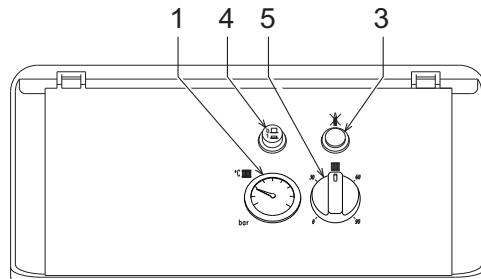
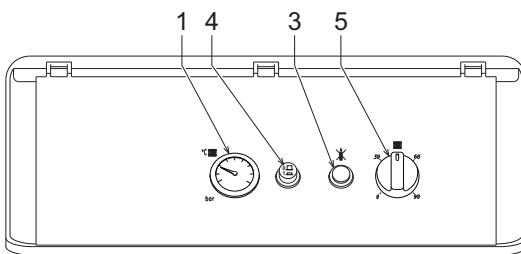
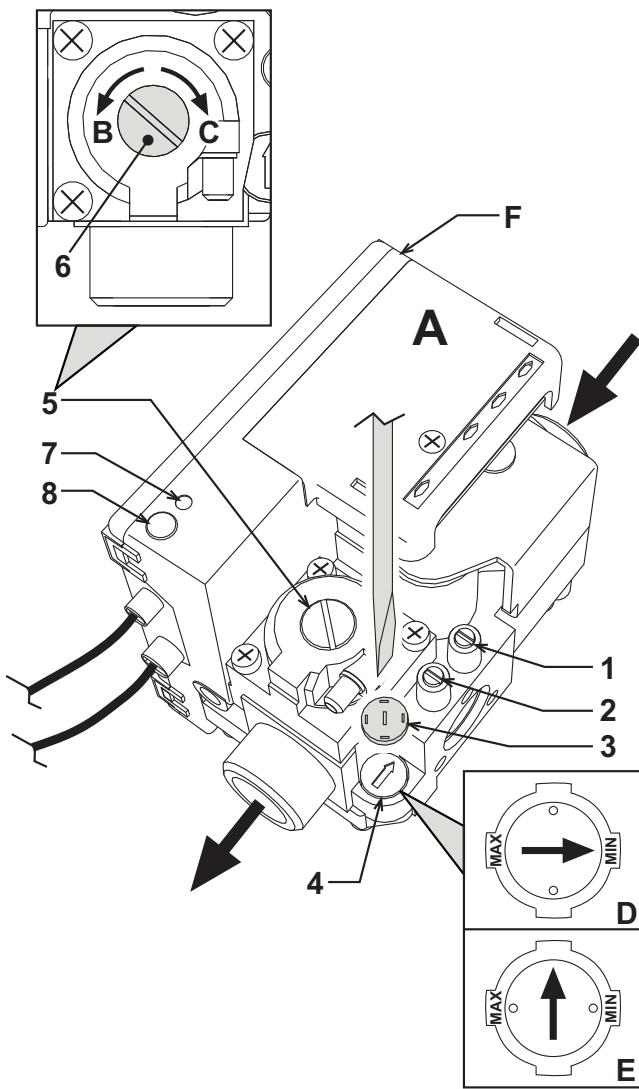

рис. 1 - Панель управления Pegasus 23
рис. 2 - Панель управления Pegasus 32 и Pegasus 45
рис. 4 - Регулирование давления
- Установите главный выключатель 4 (рис. 1 или рис. 2) в положение **ON** (ВКЛ.)
Если после правильного выполнения описанных выше операций горелки не зажгутся, а на котле загорается индикатор блокировки 3 (рис. 1 или рис. 2), подождите около 15 секунд, затем нажмите вышеизложенную кнопку. После сброса система повторит цикл розжига. Если после некоторых попыток горелки не зажгутся, то обратитесь в авторизованный сервисный центр или к квалифицированному специалисту.
Закройте газовый вентиль, установленный перед котлом, выключите котел нажатием на главный выключатель 4 (рис. 1 или рис. 2) и выключите электропитание аппарата.
Если повернуть термостат регулировки котла 5 (рис. 1 или рис. 2) по часовой стрелке, температура воды в системе отопления повышается, и наоборот, против часовой стрелки - уменьшается. Температуру воды в системе отопления можно регулировать в пределах от 30° до 90°. Однако не рекомендуется эксплуатировать котел при температуре ниже 45°.
Задайте с помощью комнатного термостата нужную температуру внутри помещения. По команде от комнатного термостата котел нагревает воду в системе отопления до температуры, заданной с помощью термостата регулировки котла 5 (рис. 1 или рис. 2). При достижении в помещении желаемой температуры котел выключается.
При заполнении холодной системы отопления, давление воды, контролируемое по показанию установленного на котле термогидрометра (поз. 1 - рис. 1 или рис. 2), должно составлять примерно 1,0 бар. Если во время работы давление воды в системе упало (из-за испарения растворенных в воде газов) до величины ниже вышеизданного минимума, пользователь должен открыть кран подачи воды и довести давление до первоначального значения. По окончанию операции всегда закрывайте кран подачи воды.
Подключите манометр к приемнику давления **2** (рис. 4), расположенному после газового вентиля, затем переведите терmostat регулировки котла **5** (рис. 1 или рис. 2) на максимум.
Сняв защитную пробку **5** (рис. 4), регулируйте давление газа с помощью винта **6** (рис. 4) на желаемое значение (см. таблицу технических данных и диаграммы изменения мощности, приведенных в сар. 5).
4. Снимите с газового вентиля маленький защитный колпачок **3** (рис. 4). С помощью маленькой отвертки регулируйте "СТУПЕНЬ" розжига на основании выбранного для работы газа (G20-G25 положение Дрис. 4 или G30-G31 положение Е рис. 4); затем установите на место колпачок.